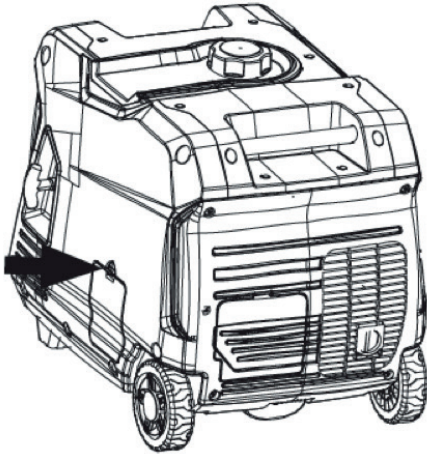

Figura 3: Panel de Servicio de Aceite
1. Desenganche y quite el panel de servicio de aceite para acceder al tapón de llenado de aceite/drenaje (ver Figura 3).